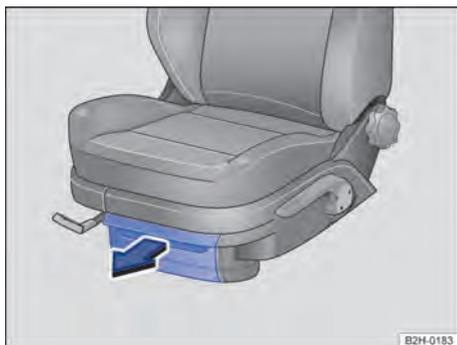

Fig. 115 Porta-objetos sob os bancos dianteiros: porta-objetos com tampa.
2. Abrir a tampa para frente → Fig. 115.
2. Pressionar a tampa no sentido anti-horário da seta para trás → Fig. 115.